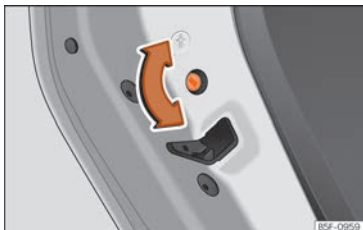

Abb. 58 Kindersicherung in der linken Tür
- Drehen Sie bei geöffneter Tür den Schlitz mit dem Fahrzeugschlüssel an den linken Türen im Uhrzeigersinn »» (Abb. 58) und bei den rechten Türen gegen den Uhrzeigersinn.
- Drehen Sie bei geöffneter Tür den Schlitz mit dem Fahrzeugschlüssel an den linken Türen gegen den Uhrzeigersinn »» (Abb. 58) und bei den rechten Türen im Uhrzeigersinn.